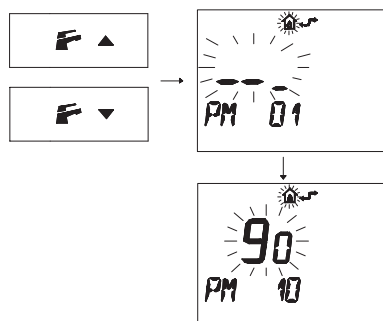

Figura 5.66
- Premere i pulsanti  o  per visualizzare la programmazione "PM10" selezione della frequenza di accensione (Figura 5.66).
Nella Figura 5.66 si visualizza un SET programmato di **90** corrispondente ad un tempo di riaccensione di 3 minuti circa. Il campo di regolazioni è da 0 a 8 minuti e mezzo.